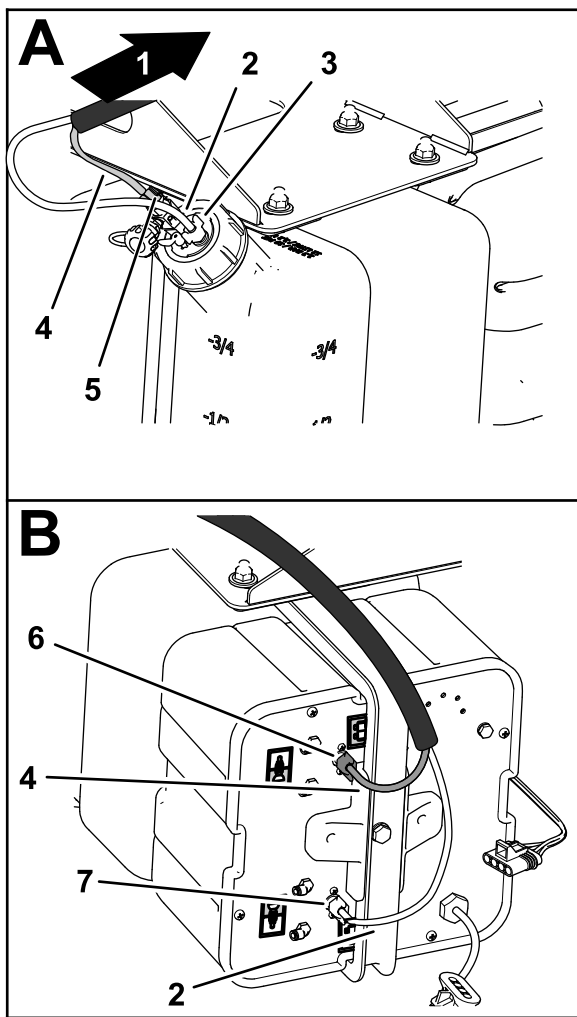

Figura 3
1. Disponete i tubi di circuito chiuso compressore-serbatoio da 92 cm dal tappo ai dadi di compressione sul lato del compressore (Figura 3).
2. Rimuovete il dado di compressione bianco e montatelo sul tubo trasparente (Figura 3).
3. Montate il tubo trasparente e il dado di compressione bianco sul raccordo sul lato del compressore e serrate il dado di compressione bianco manualmente (Figura 3).
4. Rimuovete il dado di compressione blu dal raccordo sul lato del compressore (Figura 3).
5. Montate il tubo blu e il dado di compressione blu sul raccordo sul lato del compressore e serrate il dado di compressione blu manualmente (Figura 3).